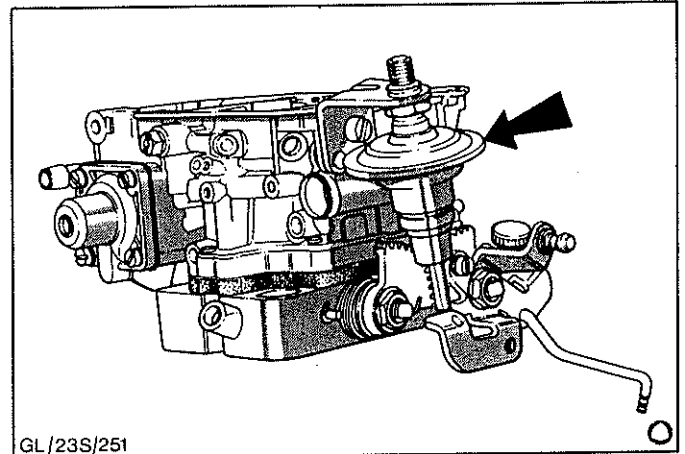

Abb.18 Schließdämpfer
8. Eine Schraube entfernen und Schließdämpfer ausbauen, Abb.18.